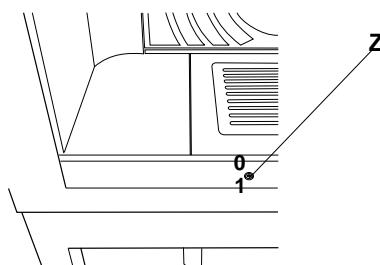

Fig. 5.5.1.3
- **for E66-E78 (Fig. 5.5.1.1)**